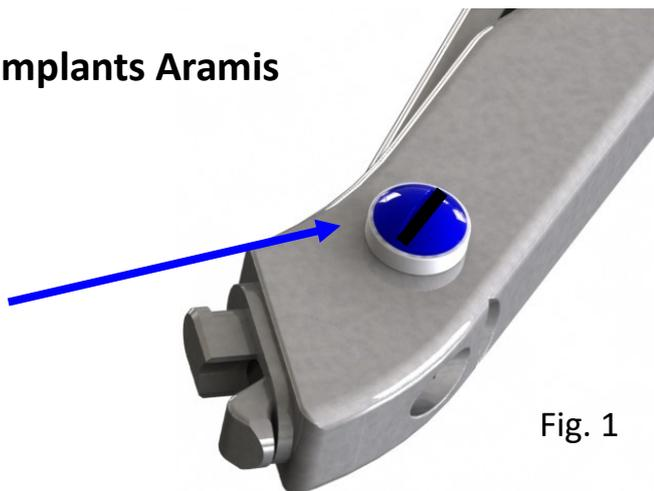

Fig. 1
1) Dévisser la vis du porte râpe (Fig. 1)